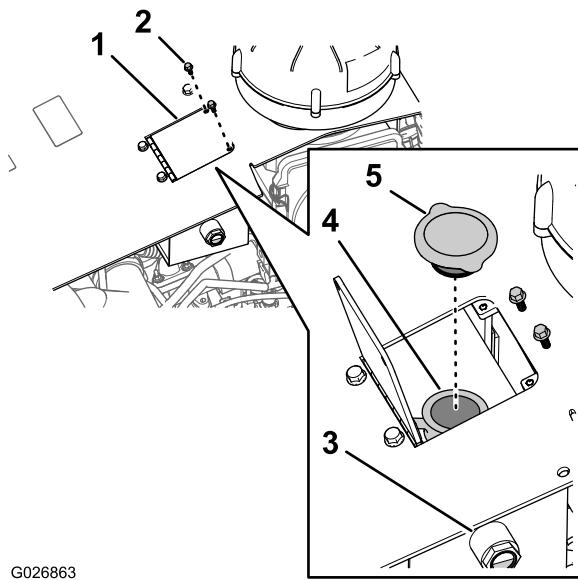
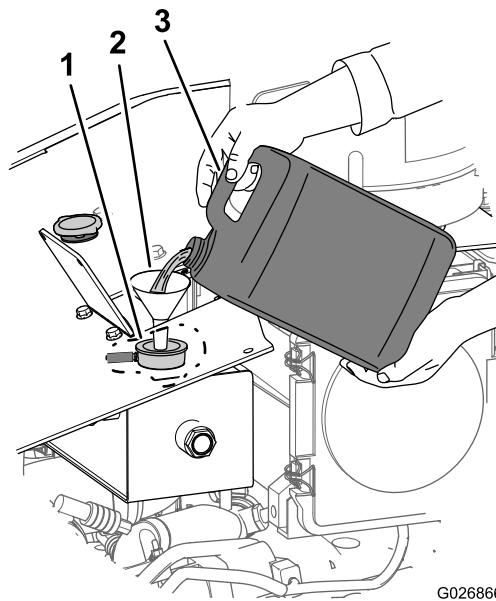

Figura 103
Figura 110
4. Compruebe el nivel de refrigerante mirando la mirilla situada en el lado del depósito de expansión (Figura 103).
- A. Retire los 2 pernos de cabeza hexagonal que sujetan la tapa del depósito al capó de la máquina, y abra la tapa del depósito (Figura 103).
- B. Retire el tapón del depósito auxiliar y añada refrigerante hasta que el nivel llegue al punto medio de la mirilla (Figura 103).
- Retire los 2 pernos de cabeza hexagonal que sujetan la tapa del depósito al capó y abra la puerta (Figura 103).
- Retire el tapón del depósito auxiliar (Figura 103).
1. Retire el tapón del radiador del depósito auxiliar (Figura 103).
2. Llene el sistema de refrigeración con la mezcla de refrigerante especificada (Figura 110) hasta que el nivel de fluido llegue a la mitad de la mirilla (Figura 103).
3. Instale el tapón del depósito auxiliar (Figura 103).